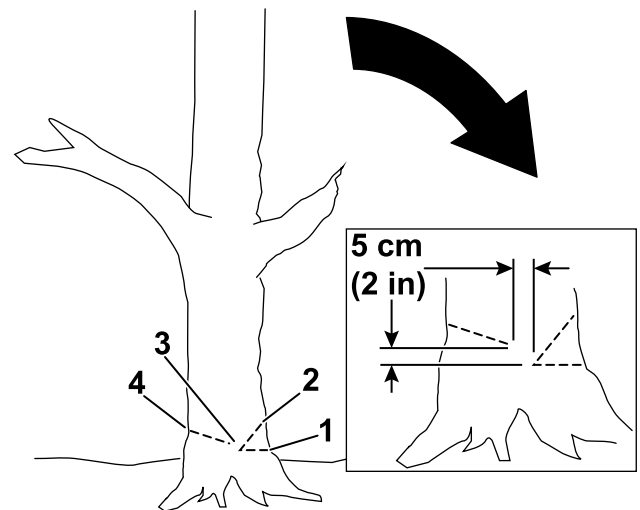

Figure 15
4. Commencez par couper le tiers du diamètre de l'arbre, du côté où vous voulez qu'il tombe (Figure 15).
5. Faites une deuxième coupe oblique pour former une encoche, en commençant au moins 5 cm (2 po) au-dessus de la première coupe (Figure 15).
6. Faites le trait d'abattage du côté opposé à l'encoche et environ 5 cm (2 po) plus haut que le bas de l'encoche, comme montré à la Figure 15.
Important: Arrêtez la troisième coupe 2,5 à 5 cm (1 à 2 po) avant l'encoche pour former une charnière entre les coupes (Figure 15), ce qui empêche l'arbre de tomber dans la mauvaise direction ou de pivoter dans sa chute.
Remarque: Quand le trait d'abattage approche de la charnière (Figure 15), l'arbre devrait commencer à tomber.